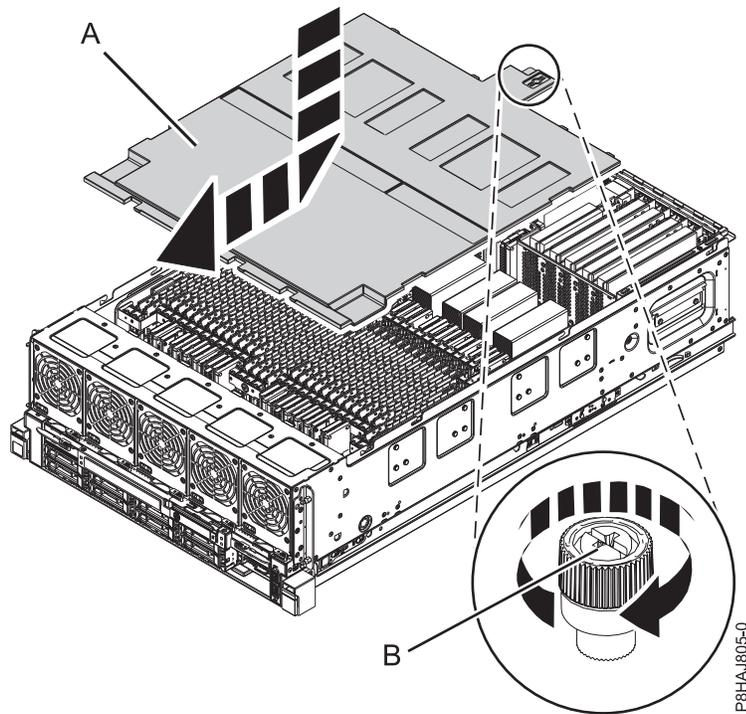

図 42. 安全カバーの再取り付け
2. 安全カバー (A) をシャーシ方向に押し込みます。
3. つまみねじ (B) を、55 ページの図 42 に示されている方向に回転させて締めて、安全カバーをシャーシに固定します。